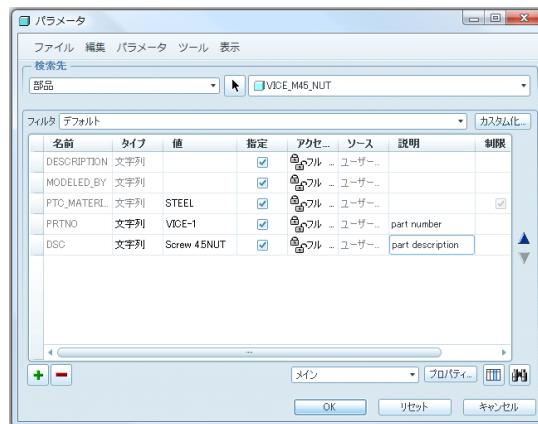

図 12-37 2 個目パラメータの追加
- 2) 「新規パラメータを追加」**+** をクリックして、2 個目新規パラメータを追加する。名前を DSC 入力する。タイプの **実数** タブ をクリックして「文字列」を選ぶ、値をクリックして Screw-4.5NUT を入力する。説明枠に part description を記入する (図 12-37) に示す。OK する。Ctrl+S、ファイル、ウィンドウを閉じる。